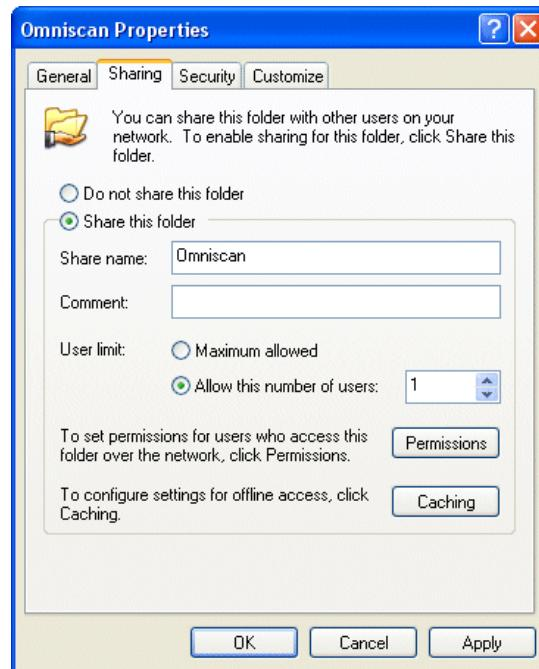

Рис. 7-13 Свойства OmniScan (Windows XP): Общий доступ
- В диалоговом окне **Omniscan Properties** (Свойства Omniscan) щелкните **Sharing** [Общий доступ] (см. Рис. 7-13 на стр. 214).